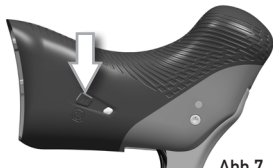

Abb.7
2) Halten Sie die MODE-Tasten der Ergopower Schaltgriffe (Abb. 7) gleichzeitig 5 Sekunden lang gedrückt, bis die LEDs dauerhaft ROSA leuchten.